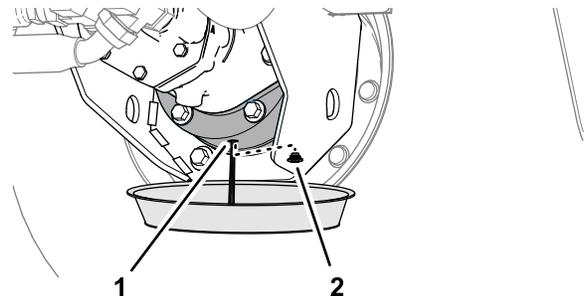

Bild 95
6. Stellen Sie eine Auffangwanne unter das Bremsgehäuse, entfernen Sie die Ablassschraube und lassen Sie das Öl vollständig ablaufen (**Bild 95**).